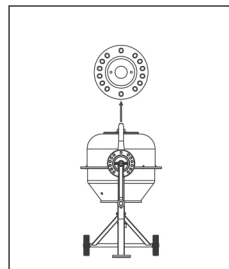

Fig.16
- Conservare e trasportare l'apparecchio nella posizione descritta in Fig.16.